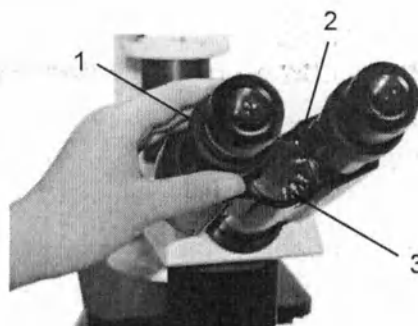

Рисунок 21
4-3-1 Диоптрическая настройка окуляров (рис. 21).
★ На градуированном индикаторе межзрачкового расстояния (3) вы можете увидеть свое межзрачковое расстояние отмеченное “.” (рис.21)